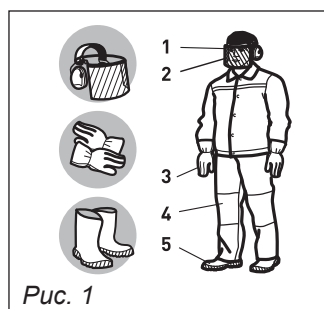

Рис. 1
1. Носите прочную рабочую одежду с длинными рукавами, прочные тонкие перчатки, прочную нескользящую рабочую обувь, защитную каску и щиток (см. рис. 1).